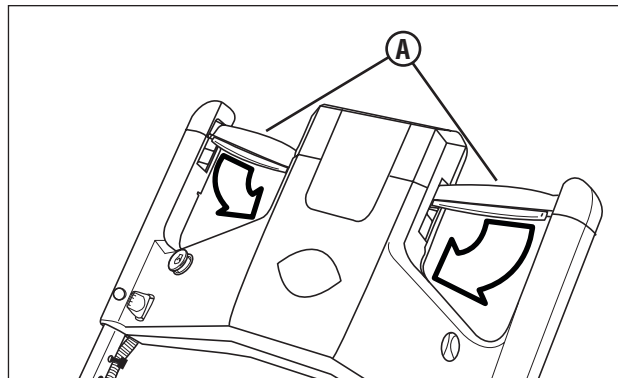

Figura 4: Propulsión del cortacésped
2. Comience oprimiendo lentamente el control de transmisión (**A**, **Figura 4**) hacia delante y hacia adentro para propulsar el cortacésped. La velocidad de desplazamiento puede aumentarse oprimiendo el control de transmisión más hacia delante y hacia adentro.